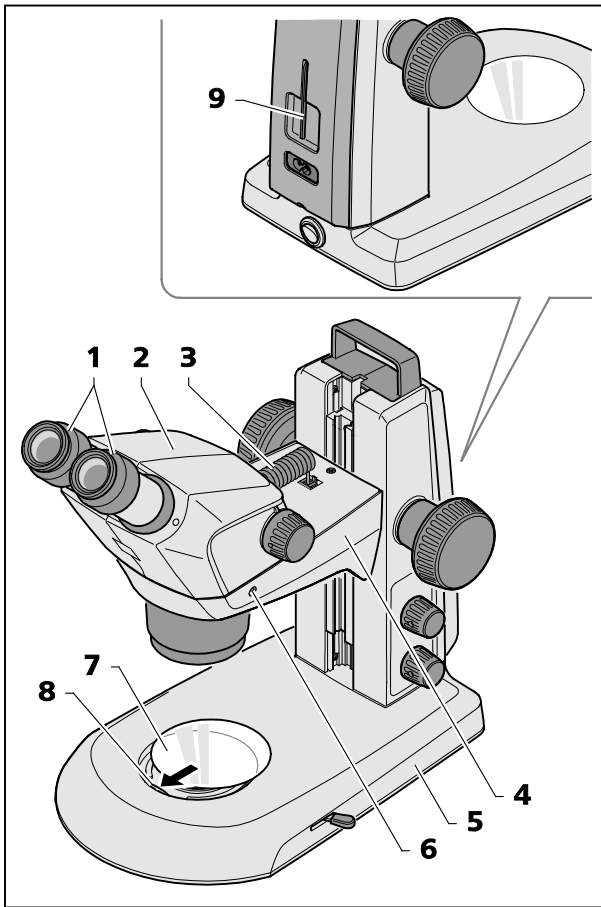

图10 安装立体显微镜
- Stemi 305 主机（图10/2）安装好前，要始终将其插入 Stemi 托架（图10/4）、调整好并用夹紧螺栓（图10/6）固定。
对应的内六角扳手（图10/9）位于仪器背面的支架内。
- 安装两个目镜（图10/1）前，要始终将它们插入目镜支架并卡住。
- 将随附的连接电缆（图10/3）插入 Stemi 主机的插槽和 Stemi 托架的插槽。
- 将玻璃托盘或 S/W 塑料托盘（图10/7）放在镜臂脚的容纳口处。同时按下玻璃托盘或 S/W 塑料托盘（图10/8）弹簧并卡住。